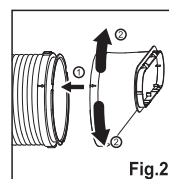

Fig.2
3. Utilizați același mod de a conecta ieșirea furtunului și furtunul; (Fig. 2)